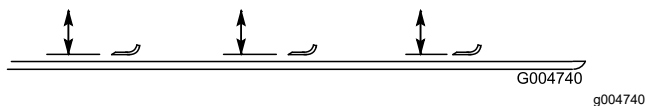

図 24
3. カッティングユニットの天井から各ブレードの前端の刃先までの距離を測る 図 24。